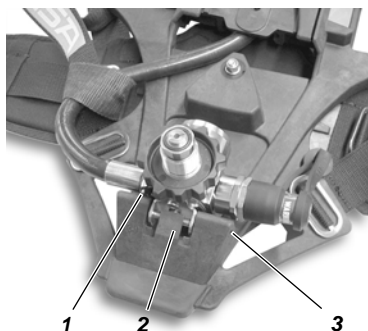
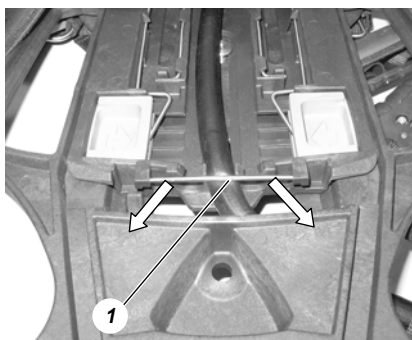

Fig. 9 Tag reduktionsventilen af
Fig. 10 Fjern ledningen
- (4) Skub skulderpolstrene ned til den laveste position på rygskjoldets sideslidser, vip knapperne lidt fremad og tag polstrene ud af slidserne.
- (5) Knap skulderpolstrene og hoftebæltet af bærepladen.
- (6) Tryk spændestiften (se Fig. 10) på multikanal-slangen skråt nedad og fjern den.
- (7) Udfør den samme procedure på den anden side af bærepladen.
- (8) Fjern multikanal-slangen fra holderen på rygskjoldet.
- (9) Skub spindlen (3) ud af reduktionsventilens holder (se Fig. 9).
(10) Tag reduktionsventilen af rygskjoldet, men skub **ikke** stopfjederen op (2).